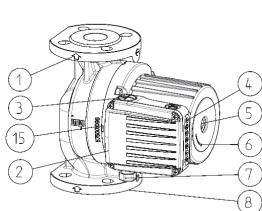
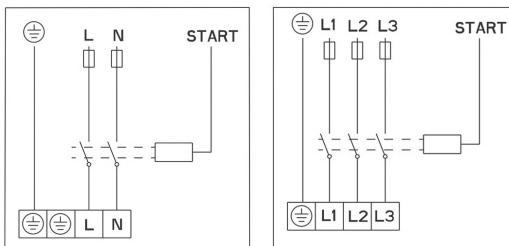

Abb.1
Abb. 3
- Die Pumpe wird in die Rohrleitung so eingebaut, dass die Pumpenachse 1-1 horizontal ist (Abb. 3).
- Die Durchflussrichtung des Fördermediums muss mit dem Pfeil auf dem Pumpengehäuse übereinstimmen (Abb. 1 – Pos. 1).
- Anschlussflanschen sind NP 6/10 (Abb.1 – Pos.8)
- GHN (basic, auto), GHNM (basic, auto) – Pumpen verfügen über ein einfaches Hydraulikgehäuse (Abb.1 – Pos.8)
Das Hydraulikgehäuse der Pumpe darf nur bis zum Spalt zwischen dem Motor und dem Hydraulikgehäuse isoliert werden. Öffnungen zur Kondensatableitung aus dem Stotorraum müssen immer frei bleiben, dass gleiche gilt für den Einsatz der Pumpe in Heizsystemen, wenn eine Wärmeisolierung des Hydraulikgehäuses vorgenommen wird (Abb. 1, 2, Pos. 15). Das Elektromotorgehäuse, in dem sich Öffnungen zur Kondensatableitung befinden, darf nie isoliert werden!
Der Einspeiseleiter wird über die Einführung M20 (Abb.1 – Pos.7) angeschlossen.
Die Anschließung der Pumpen muss nach dem Schaltplan (Abb. 3), der an der Unterseite des Motordeckels abgebildet ist, erfolgen. Zuerst muss der obere Deckel abgeschraubt werden (Abb.1 – Pos. 2).
Bei Pumpen des Typs GHN (basic, auto), GHND (basic, auto), GHNMD (basic, auto), GHNMD (basic, auto) liegt der Rotor im Wasser, in besonderen wassergeschmierten Lagern. Darum muss vor der Inbetriebnahme die Pumpe mit Wasser gefüllt und entlüftet werden. Zur Entlüftung der Pumpen wird die Schraube auf der Hinterseite des Elektromotors (Abb.1-Pos. 5) herausgeschraubt. Aus der Spalte zwischen der Motorwelle und dem Lager strömt Luft heraus. Wenn Wasser herauströpfst, schließen sie die Ventile auf der Ansaug- und Druckseite der Pumpe und starten sie die Pumpe. Die eingebaute Anzeige zeigt ein Drehen der Pumpenachse in die falsche Richtung mit mehrfachen Blinken des roten Lichtes an.
einen Knopf  Knopf (Abb. 1, Pos. 4), mit dem man zwischen den Geschwindigkeiten wählt. Einstellung der Geschwindigkeiten bei Pumptypen GHN, GHND, GHN M, GHNMD (auto)  kann auf Knopfdruck  manuell bei der Geschwindigkeit ① ② ③ und automatisch  in ④ oder ⑤. In beiden Fällen funktioniert die Pumpe abhängig von dem Durchlauf bei den Geschwindigkeiten ② ③ automatisch. Bei dem Nachtregime ⑥ ist noch Mediumtemperatur berücksichtigt und wenn die Mediumtemperatur fällt, schaltet die Pumpe in die Geschwindigkeit ② Fall ($> 10^\circ \text{C}$) oder Geschwindigkeit um ① Fall ($> 20^\circ \text{C}$) ungeachtet auf Durchlauf. Wenn die Mediumtemperatur um $> 20^\circ \text{C}$ steigt, ist wieder die Funktionsweise in Verbindung mit Durchlauf ermöglicht. Diese Funktionsweise ist für die Systeme mit Thermoventilen und Systeme geeignet, in denen die Systemtemperatur in der Nacht fällt.
Die Pumpe ausschalten, Ventile an der Druck- und Ansaugseite der Pumpe schließen, Entlüftungsschraube ausschrauben, einen Schraubenzieher (Abb. 1-Pos.5) in den Schlitz auf der Welle stecken und diese so lange drehen, bis kein Widerstand mehr fühlbar ist. Danach wieder die Entlüftungsschraube einschrauben.